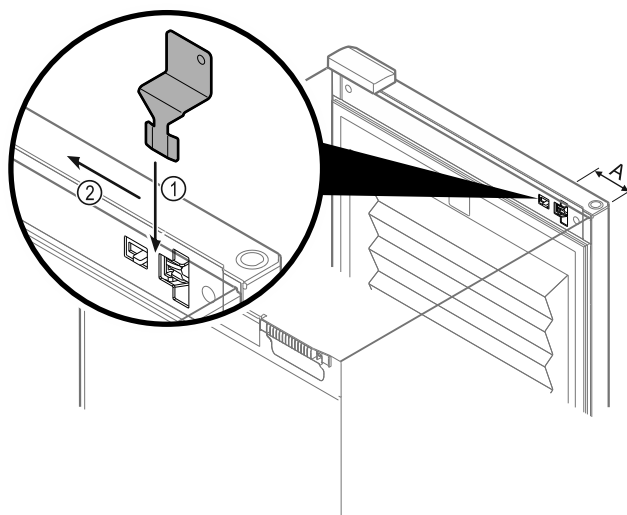

Fig. 138
- ▶ Umieścić klucz odblokowania awaryjnego w określonym miejscu Fig. 138 (A) \approx 100 mm.
- ▶ Włożyć klucz odblokowania awaryjnego pomiędzy drzwi i korpus urządzenia od góry do oporu Fig. 138 (1).
- ▶ Pociągnąć klucz odblokowania awaryjnego w kierunku zawiasu Fig. 138 (2).